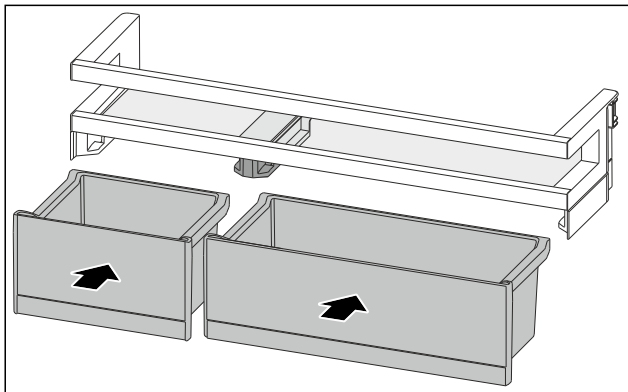

Fig. 117
- ▶ Поставете кутиите VarioBox в разменено разположение. (виж Fig. 117)